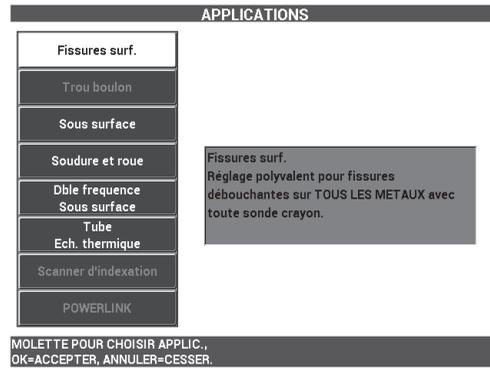

Figure 5-41 Application pour les fissures de surface
2. Appuyez une fois sur la touche ADV SETUP (  ), et puis sélectionnez le menu **CHOIX APPLIC** (touche A) pour l'ouvrir. Sélectionnez l'application **Fissures surf.** avec la molette de réglage, et puis appuyez sur  pour confirmer votre choix (voir la Figure 5-41 à la page 168).